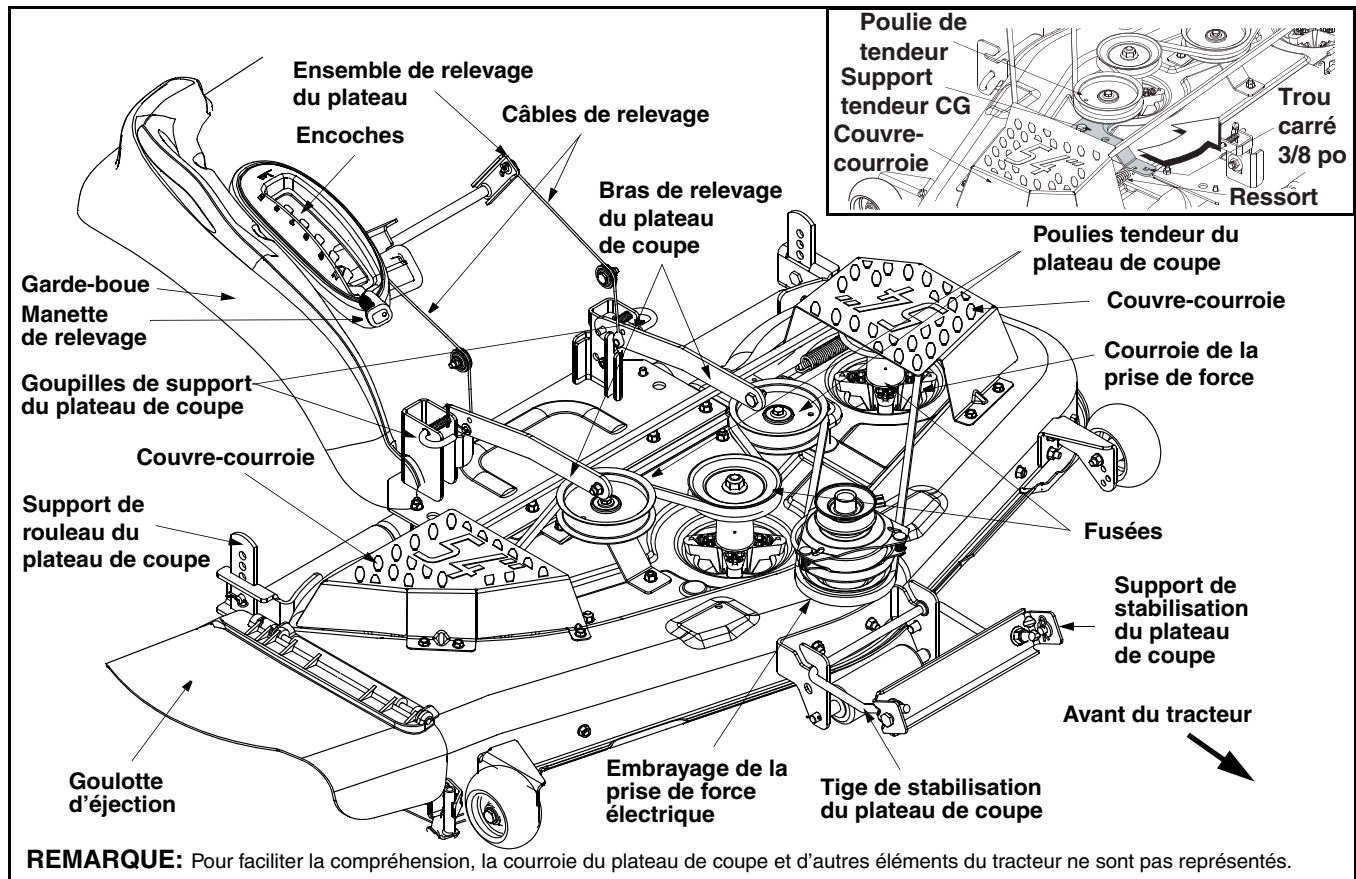

Figure 5
- Ajustez la hauteur des rouleaux du plateau de coupe de manière que les axe de chapes se trouvent dans le deuxième trou (du haut) des supports de droite et de gauche des rouleaux du plateau. Voir la Figure 5 ou reportez-vous au chapitre « Réglage de la hauteur des rouleaux du plateau de coupe » à la page 21.
- Positionnez le plateau de coupe de manière que les crochets à l'avant du plateau s'ajustent bien sur la tige de stabilisation du plateau de coupe, comme à la Figure 5.
- Sortez la goupille de support du plateau (sur la gauche du plateau de coupe) et alignez-la avec le trou sur l'arrière du bras de relevage gauche. Lâchez la goupille qui se bloque alors, comme à la Figure 5. Procédez de la même façon sur le côté droit.
- Assurez-vous que la courroie de la prise de force est passer autour des fusées (trouvées sous les couvre-courroie) et des deux poulies de tendeur comme illustré à la Figure 5.
- Faites passer la courroie de la prise de force autour de l'embrayage de la prise de force électrique, comme à la Figure 5.